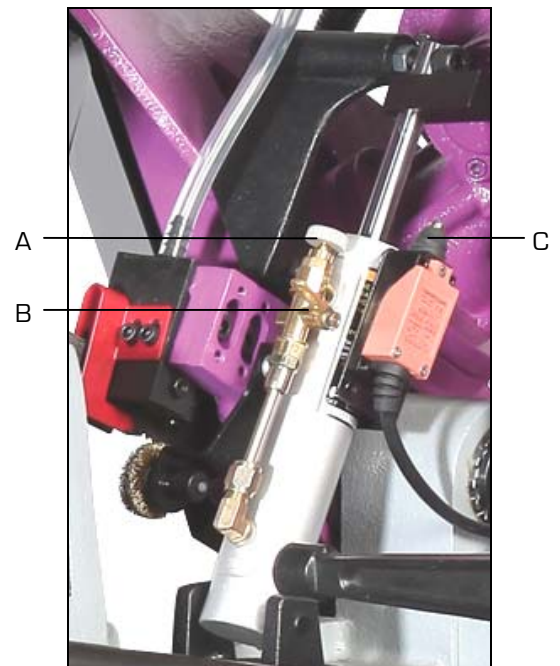

Figure 4
- Molette de réglage de vitesse de descente d'archet [A fig.4] située sur le vérin hydraulique.
- Manette de blocage ou déblocage de descente d'archet [B fig.4] située sur le vérin hydraulique.
- Contacteur de fin de course [C fig.4].
- Régler la vitesse de descente du ruban au vérin hydraulique grâce à la molette [A fig.4].
- Bloquer ou débloquer le vérin pour la descente de l'archet avec la manette [B fig.4].
- La manette [B fig.4] bloquée permet aussi d'immobiliser l'archet en position intermédiaire sans avoir à remonter en position haute.
9. Régler la vitesse de descente du ruban au vérin hydraulique grâce à la molette (A fig.4).
14. Débloquer le vérin pour la descente de l'archer à l'aide de la manette (B fig.4).
15. Si nécessaire, régler à nouveau la vitesse descente du ruban au vérin hydraulique grâce à la molette (A fig.4).
18. Bloquer le vérin en position haute avec la manette (B fig.4).
- Bloquer le vérin pour la descente de l'archer avec la manette (B fig.4) ou la molette (A fig.4).